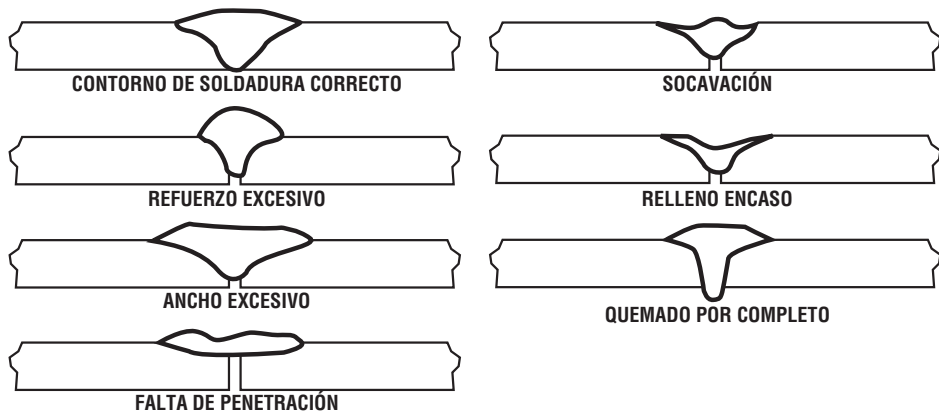

Figura 16: Características de juntas soldadas de forma correcta e incorrecta
7. Debido a que el ángulo de la llama de la boquilla está precalentando los metales delante de la soldadura, la última $1/2''$ (12,7mm) de la soldadura es fundamental. Aumente la adición de la varilla de metal de aportación para asegurar una soldadura completa y pareja. Remítase a la figura 16 para observar las características visuales de una junta soldada de forma correcta e incorrecta.